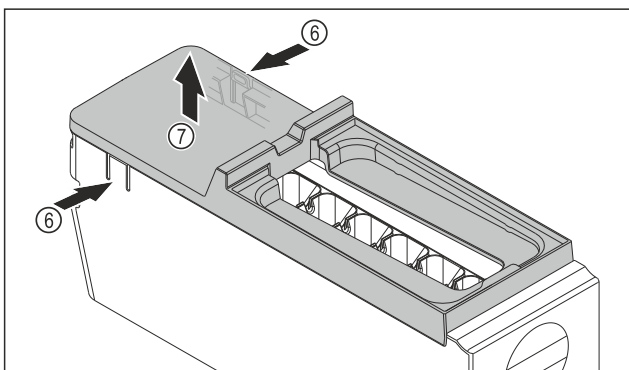

Fig. 117
- ▶ Abdeckung des EasyTwist-Ice-Körpers entnehmen: Laschen Fig. 117 (6) an den beiden Seiten des EasyTwist-Ice-Körpers mit einer Hand drücken.
- ▶ Abdeckung Fig. 117 (7) mit der anderen Hand nach oben entnehmen.